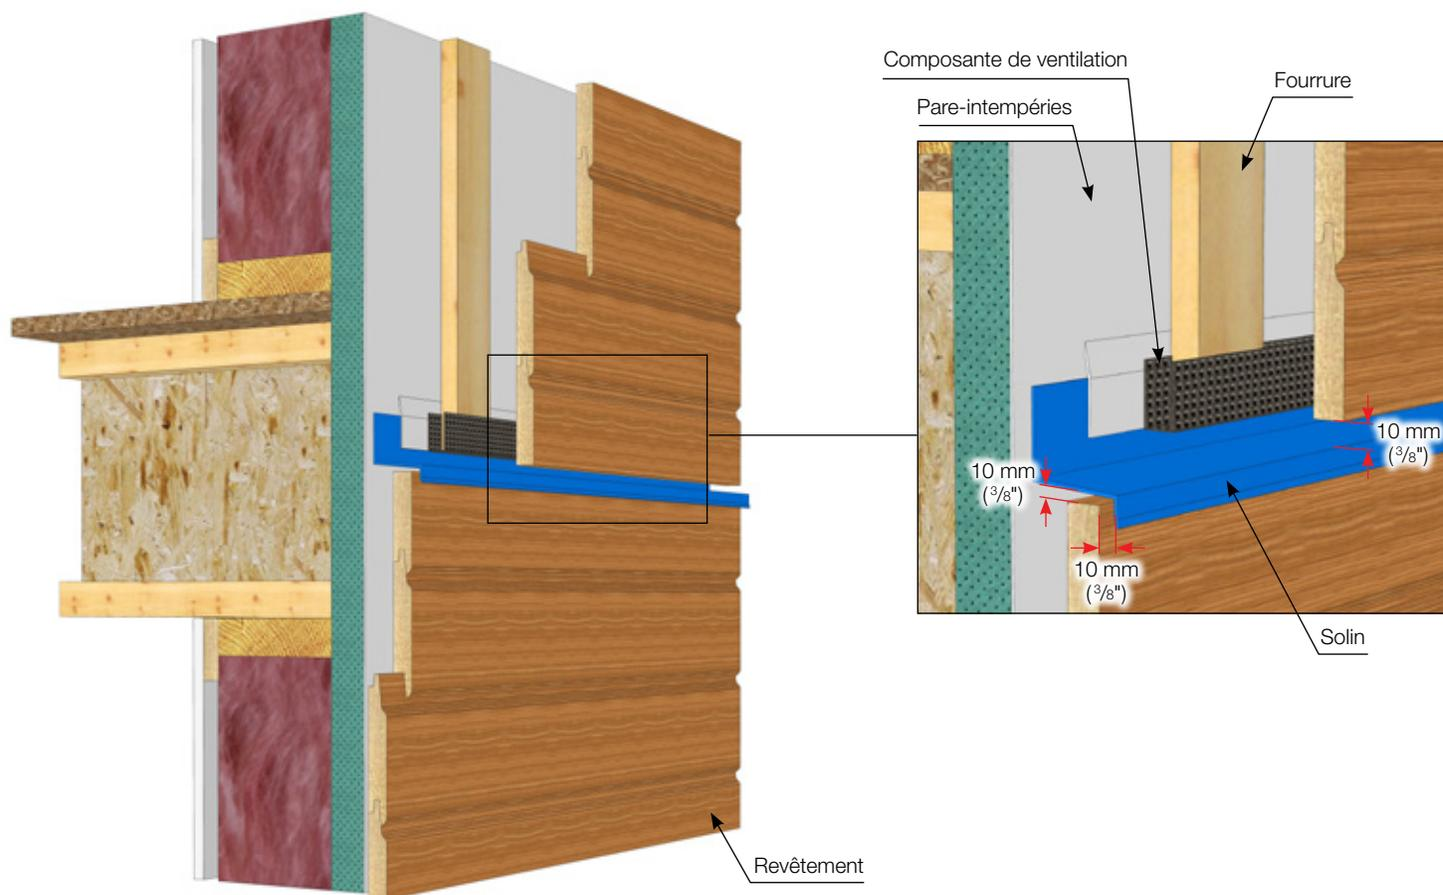

FIGURE 16 • Interruption de la lame d'air pour les surfaces de revêtement excédant 6 m de hauteur
- Soit compartimenter, en interrompant et expulsant la lame d'air par l'intégration de nouvelles ouvertures et sorties d'air à chaque section de mur (maximum de 6 mètres). Se référer à la **Figure 16** pour constater l'impact sur les fourrures de la coupure de la lame d'air au niveau du deuxième plancher.
La pose de doubles fourrures (lattes) telle qu'illustrée ci-dessus crée un espace d'air de 38 mm derrière le revêtement extérieur. Or, pour tout espace d'air de plus de 25 mm sous le revêtement, le Code de construction du Québec 2010 (articles 3.1.11.2. et 9.10.16.2) exige qu'un élément pare-feu, constitué d'un solin en tôle d'acier de 0,38 mm d'épaisseur (article 9.10.16.3. 2a) soit installé au niveau de chaque plancher (article 3.1.11.2. 1a) à l'horizontale, de façon à ce qu'il y ait au plus 20 m de distance horizontale et 3 m de distance verticale entre les pare-feu (article 3.1.11.2. 1c). Ce détail sera semblable à la **figure 16** du guide, mais avec doubles fourrures (doubles lattes).
D'autre part, rappelons que pour un mur dont la surface en plan est de plus de 6 mètres de hauteur, il est requis de recouper la lame d'air par des ouvertures libres de 10 mm ( $\frac{3}{8}$  po), tel qu'illustré à la **Figure 16**. Autrement, l'épaisseur de la cavité de drainage et